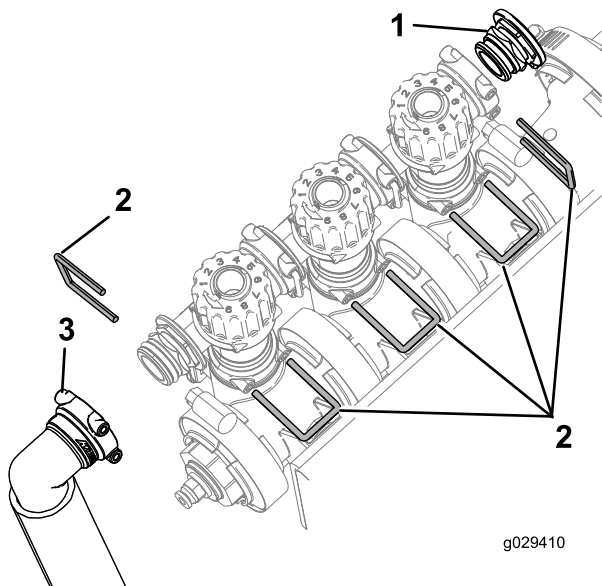

Figura 10
3. Retire os retentores que fixam o conjunto do grupo de válvulas de distribuição da rampa, tampa da extremidade e o conjunto de união e tubo como se mostra na Figura 10.